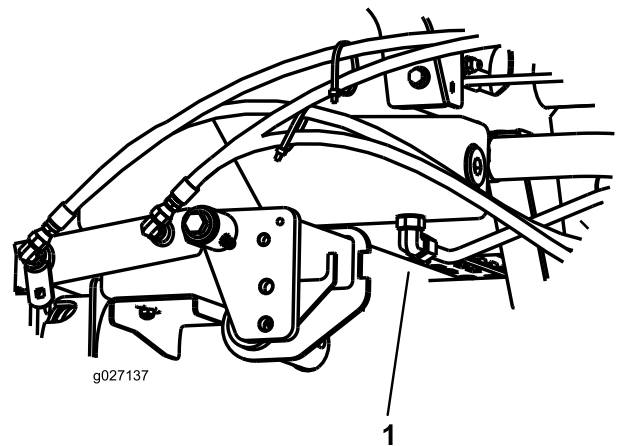

Bild 72
3. Stellen Sie eine große Auffangwanne unter das Anschlussstück, das unten am Hydraulikölbehälter befestigt ist (Bild 72).